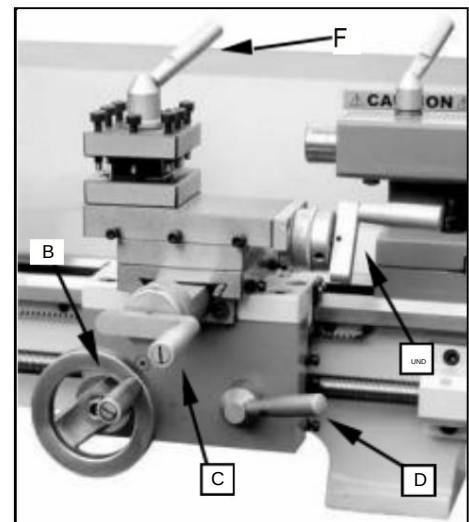

Abb. 11
5. Längengradl Traverse Handradl (B, Abb. 11)
6. Querverstellhebel (C, Abb. 11)
7. Einrückhebel für Halbmutter (D, Abb. 11)
9. Hebel zur Befestigung des Werkzeugpfostens (F, Abb. 11)